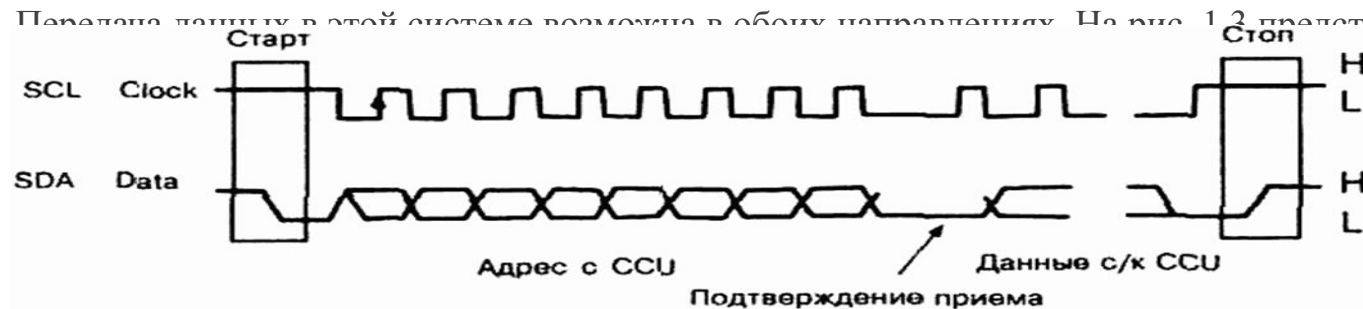

Рис. 1.3 Временная диаграмма сигналов шины I2C
- ▶ Передача данных в этой системе возможна в обоих направлениях. На рис. 1.3 представлены временные диаграммы сигналов в линиях шины I2C. Здесь